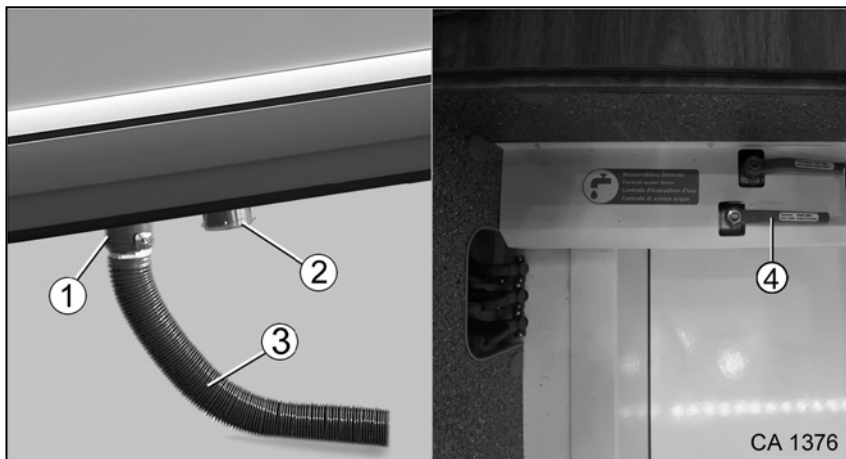

Fig. 168 Vidange du réservoir des eaux usées
1. Raccorder le tuyau de vidange (Fig. 168/3) au manchon de vidange (Fig. 168/1).
2. Ouvrir le robinet de vidange (Fig. 168/4).
3. Vider le réservoir des eaux usées via le manchon de vidange (Fig. 168/1).
4. Fermer le robinet de vidange (Fig. 168/4).